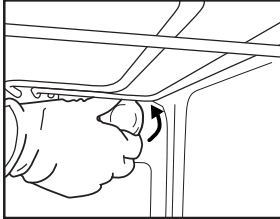

Bild 6
2. Skruva ur lampskyddet (Bild 6), byt ut glödlampan (se notering för typ av lampa) och skruva tillbaka lampskyddet.